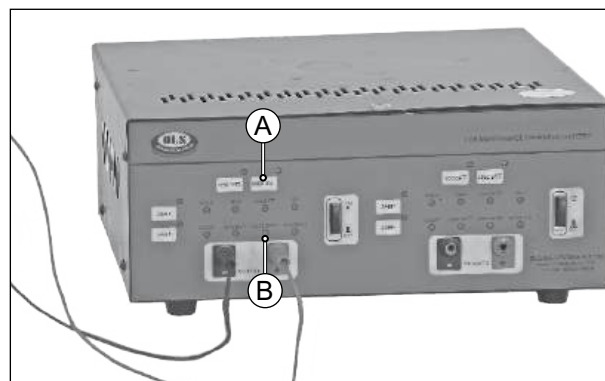

Fig. 5.89
Pressione o botão de bateria usada (A) do carregador e certifique-se de que o indicador LED de bateria usada (B) esteja aceso. (Fig. 5.89)